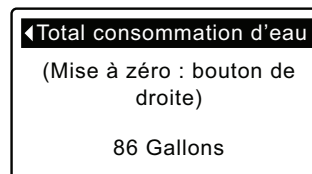

FIG. 69
6. Le compteur **Total consommation d'eau** (cf. Figure 69) montre le volume d'eau consommée depuis la dernière mise à zéro (fonction similaire à celle de l'odomètre journalier d'un véhicule); appuyez sur le bouton DROITE (►) lors de l'affichage du compteur pour le remettre à zéro.